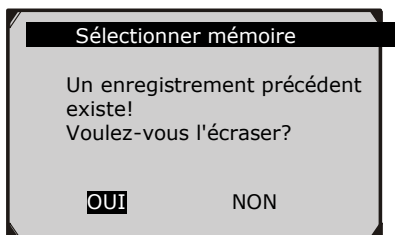

Figure 5.23
- Si vous sélectionnez un emplacement marqué par un astérisque (*), un message s'affiche vous invitant à écraser les anciennes données. (Figure 5.23)